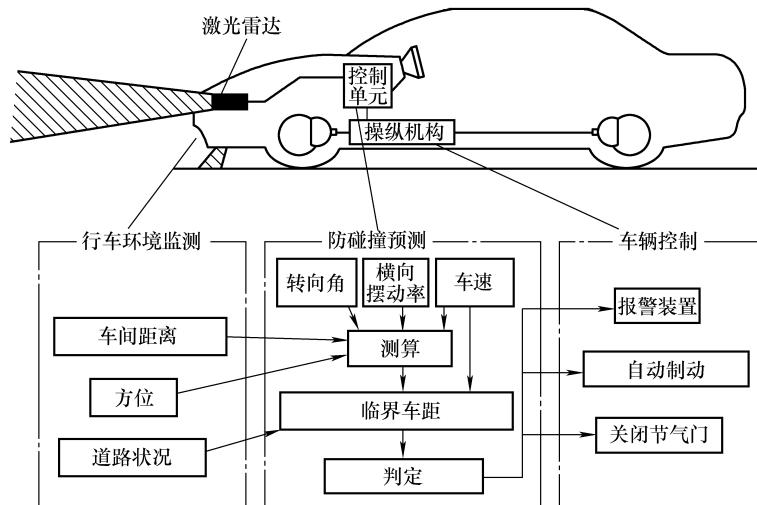

图 1-36 防碰撞控制系统的组成与原理
(1) 作用 防碰撞控制系统是一种主动辅助驾驶系统，通过综合感知驾驶室内外环境、车辆周围的障碍物、危险态势的及时检测并报警，为驾驶人或车辆系统获得足够的时间，从而阻止或减少碰撞情况的发生，达到安全行车的目的，沃尔沃汽车装备该系统。
(2) 组成与工作原理 如图 1-36 所示，防碰撞控制系统主要由行车环境监测、防碰撞预测和车辆控制三部分组成。